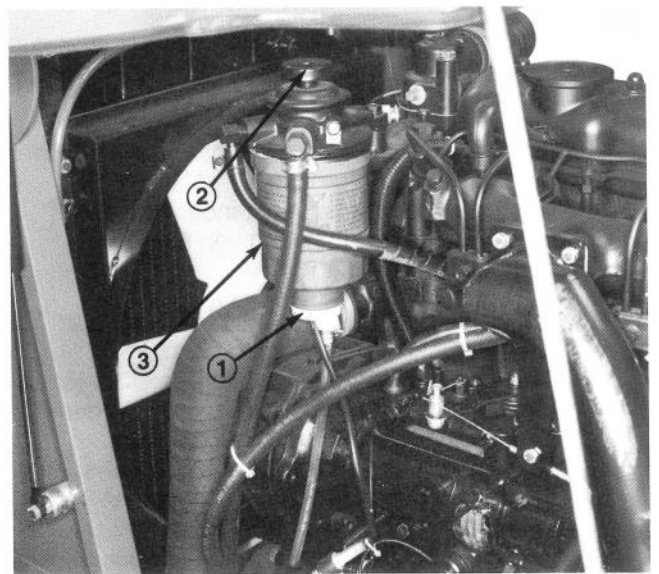

Bild 36
1. Wasser aus dem Kraftstoffsystem ablassen (Bild 36). Wasser täglich oder beim Aufleuchten der Warnleuchte, durch die auf übermäßige Wasseransammlung hingewiesen wird, ablassen. Dazu die Ablassschraube an der Unterseite des Kraftstofffilters öffnen. Wasser solange in einen Behälter ablaufen lassen, bis reiner Kraftstoff ausläuft (Bild 36).